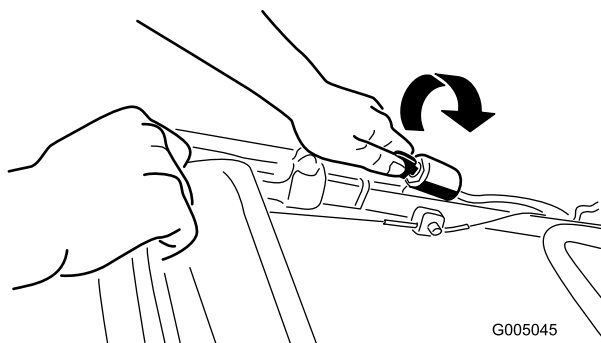
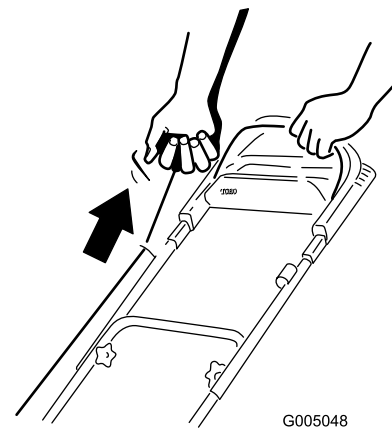

Figure 15
Figure 16
2. Tournez la clé de contact (Figure 15) (modèles à démarrage électrique uniquement) ou tirez la poignée du lanceur (Figure 16).